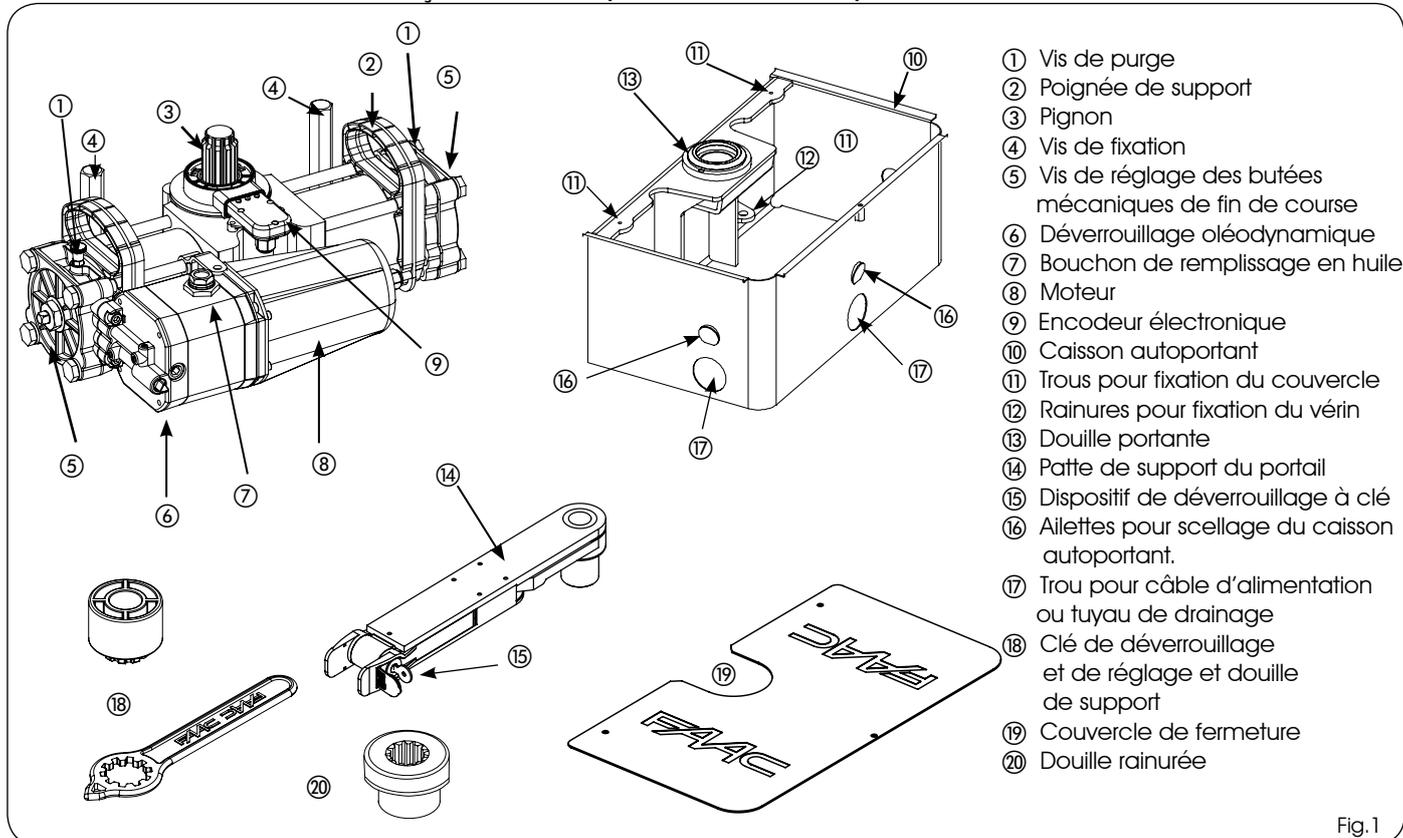

Fig.1
ATTENTION: DÉMONTER L'ENCODEUR (Fig.1 réf. ⑨), AVANT DE COMMENCER LE MONTAGE MÉCANIQUE
- 2) En faisant référence aux instructions du chapitre 7.1, déverrouiller l'opérateur à niveau oléodynamique en agissant avec la clé spécifique (Fig.1 réf. ⑧) sur la vis de déverrouillage (Fig.12 réf. ①)